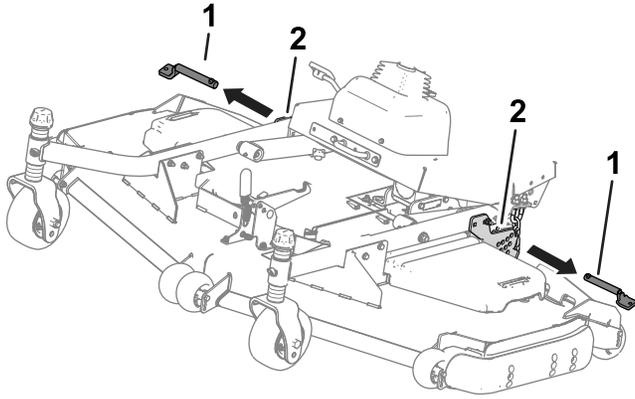

Figura 34
4. Rimuovete i perni dalle piastre dell'altezza di taglio (Figura 34).